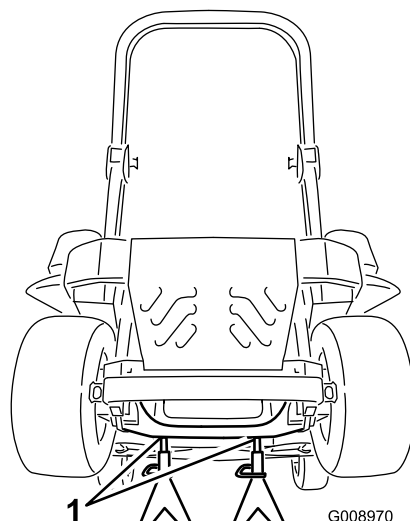

Bild 80
3. Heben Sie die Maschine an und stützen Sie sie mit Achsständern ab (Bild 80).
9. Entfernen Sie die Achsständer und senken Sie die Maschine ab (Bild 80).